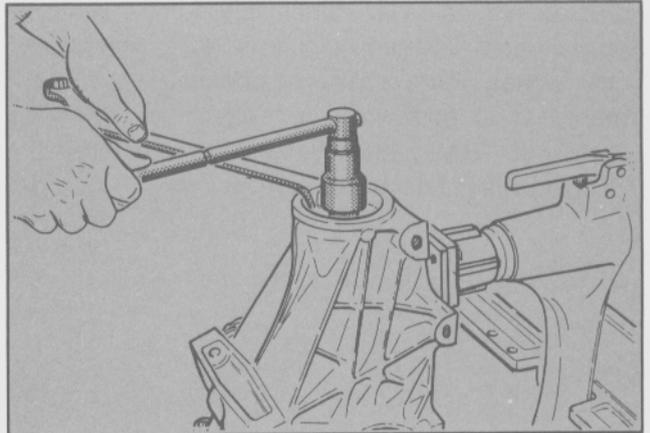

Fig. 49 - Ajuste de la tuerca del piñón
- Colocar una nueva tuerca en el piñón y mantenerla con la herramienta especial T84G-4615-BAS apretar la tuerca manteniendo la misma con la llave y girando en sentido antihorario el piñón mediante la herramienta especial T84G-4625-BAS (Fig. 49).